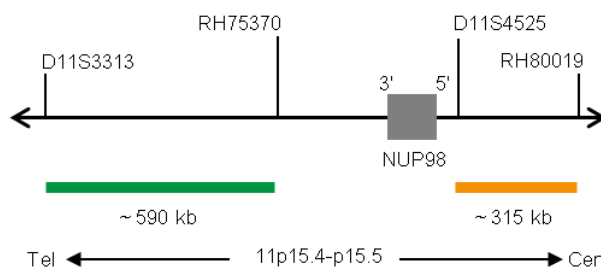

Fig. 1: SPEC NUP98 Mappa della sonda (non in scala)
- Polinucleotidi (~10.0 ng/μl) marcati con ZyGreen (eccitazione 503 nm/emissione 528 nm), le cui sequenze target mappano in 11p15.4-p15.5* (chr11:2,773,748-3,363,120) distali al punto di rottura di NUP98 (vedere Fig. 1).
- Polinucleotidi (~4.5 ng/μl) marcati con ZyOrange (eccitazione 547 nm/emissione 572 nm), le cui sequenze target mappano in 11p15.4* (chr11:3,829,054-4,142,792) prossimali al punto di rottura di NUP98 (vedere Fig. 1).